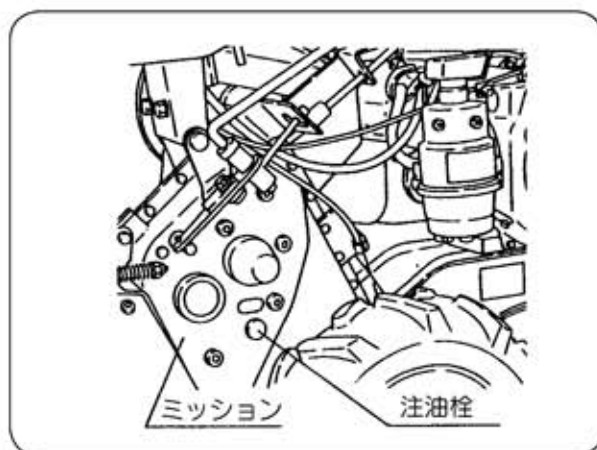

図32
- ①注油栓を取外してください。(図32)
- ③給油口からミッションオイルをゆっくり給油してください。(図32)